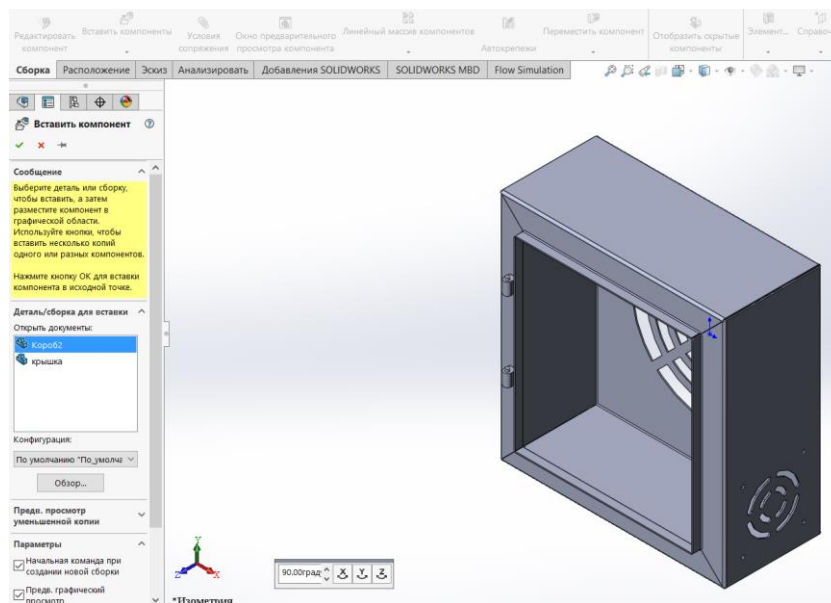

Рисунок 32 – вставка блока в сборку
43. На панели инструментов «Сборка» выбрать операцию «Вставить компоненты». Выбрать деталь «Короб» и навести на начало координат, щелкнуть левой кнопкой мыши (рис. 32).